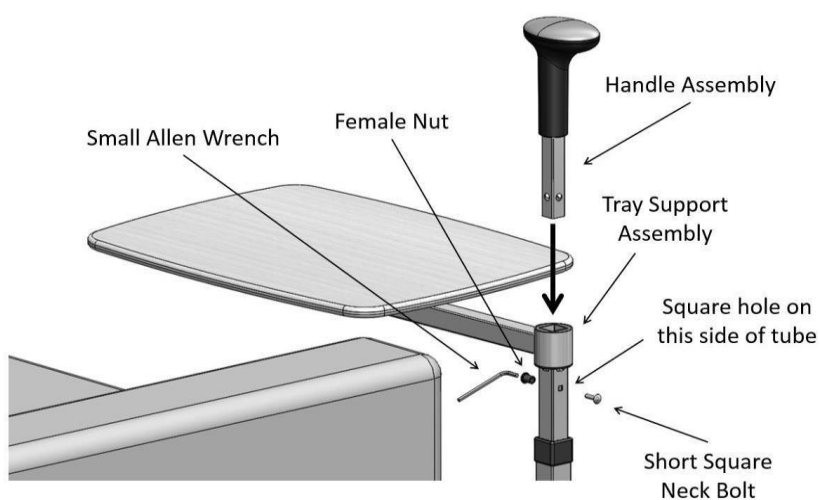

**FIGURA 7**
7. Ajuste la altura del conjunto de soporte de la bandeja para girar sobre el reposabrazos del mueble. **NOTA:** Las patas de los muebles se pueden colocar en cualquiera de los juegos de almohadillas de goma como se muestra en la FIGURA 7 y la FIGURA 8.